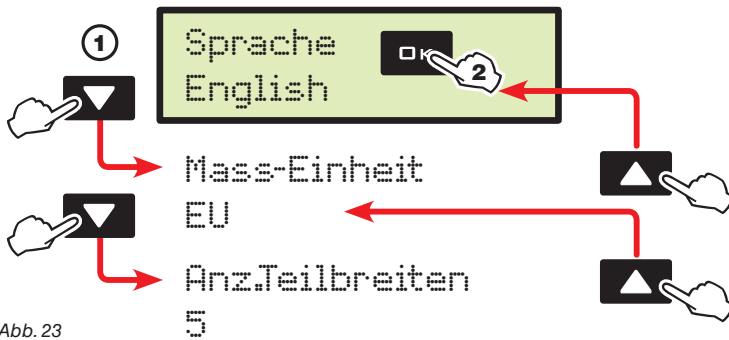

Abb. 23
- 1 Die Pfeiltasten wiederholt drücken, um sich zwischen den verfügbaren Menüangaben zu bewegen (▼ nächste Menüangabe, ▲ vorherige Menüangabe); am Display erscheint die gewählte Menüangabe (Abb. 23).